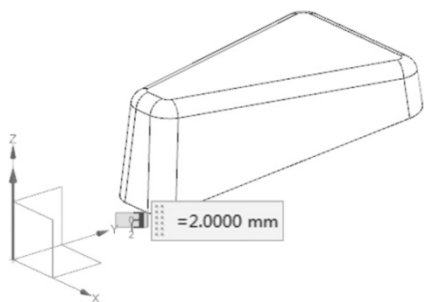
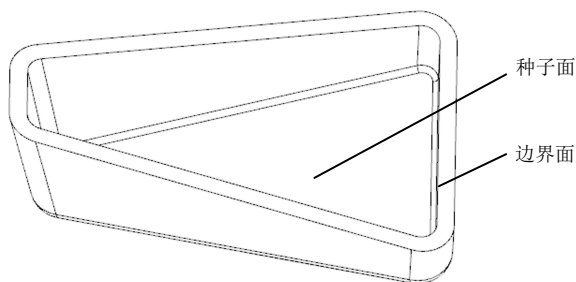

图 13-5 测量距离为 2.0000mm
图 13-6 选取种子面和边界面
(10) 在“信息”窗口中选中“402176505”，单击鼠标右键，选取“复制”命令。
(11) 选取“菜单 | 编辑 | 移动对象”，在【移动对象】对话框中对“运动”选择“距离”，“指定矢量”选择“-ZC↓”。在“距离”文本框中单击鼠标右键，选取“粘贴”命令，并把数字改为 3.402176505mm。
(12) 单击“确定”按钮，零件向 ZC 的负方向移动 3.402176505mm。
(13) 选取“菜单 | 分析 | 测量距离”命令，在【测量距离】对话框中对“类型”选取“投影距离”，“指定矢量”选取“ZC↑”选项。
(14) “起点”选取 XOY 平面，“终点”选取零件口部的最低点，测量距离为 2.0000mm，如图 13-5 所示。
(15) 选取“菜单 | 格式 | 图层设置”命令，设定第 10 层为工作图层。
(16) 选取“菜单 | 插入 | 关联复制 | 抽取几何特征”，在【抽取几何特征】对话框中“类型”选“面区域”，勾选“☒关联”复选框选项。
(17) 选取实体底部平面为种子面，口部曲面为边界面，如图 13-6 所示。单击“确定”按钮，抽取曲面特征。